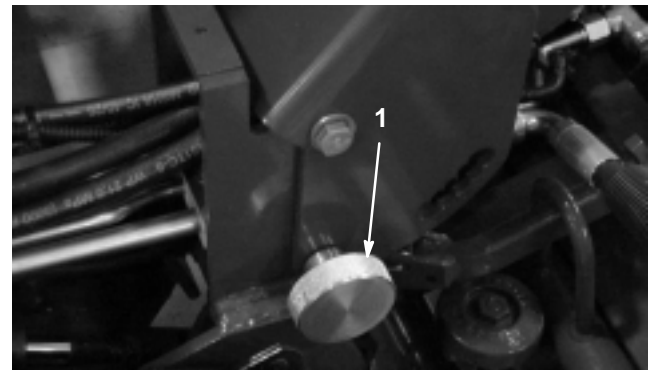

Bild 3
3. Entfernen Sie den Splint, mit dem der Arretierknopf des Lenkarms (Bild 3) befestigt ist. Nehmen Sie den Knopf ab.